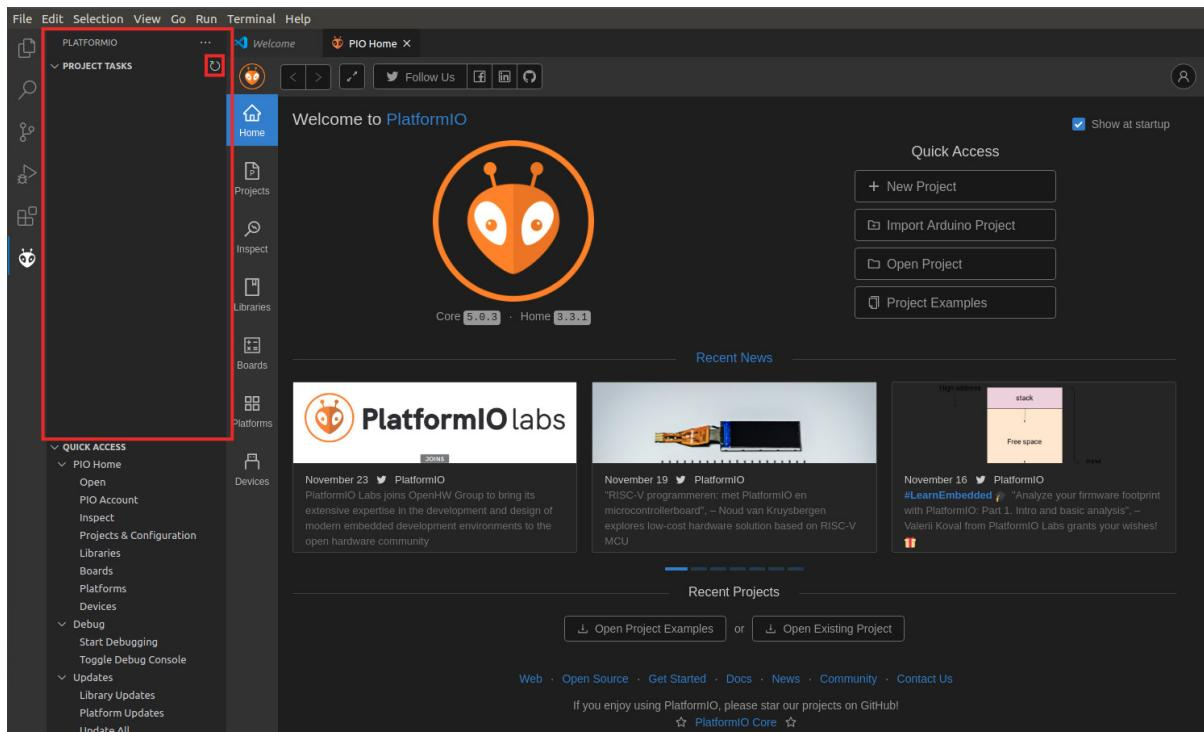

图13. “PROJECT TASKS”（项目任务）窗口为空 – 刷新
- 如果“Project Tasks”（项目任务）窗口为空（图13），必须先通过单击  来刷新“Project Tasks”（项目任务）。这可能需要几分钟。